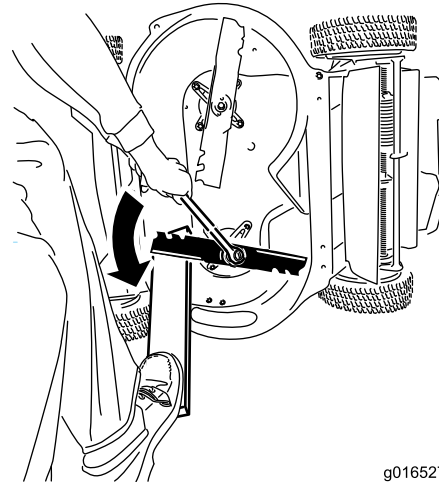

Figure 44
1. Utilisez un bloc de bois pour immobiliser chaque lame et tournez le boulon de lame dans le sens antihoraire, comme illustré à la Figure 44.